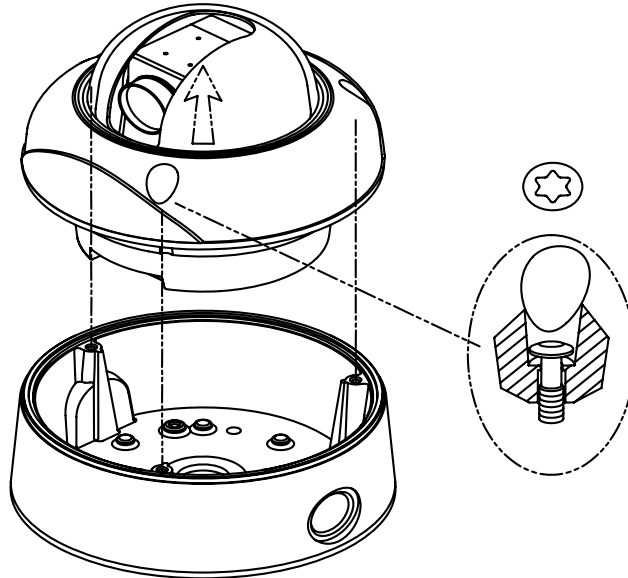

Abb. 5.1.
1. Lösen Sie die Schrauben, die das Gerät an der Halterung fixieren und trennen Sie den Dome-Deckel vom Geräteboden (Abb. 5.1). Schrauben müssen nicht entfernt werden.